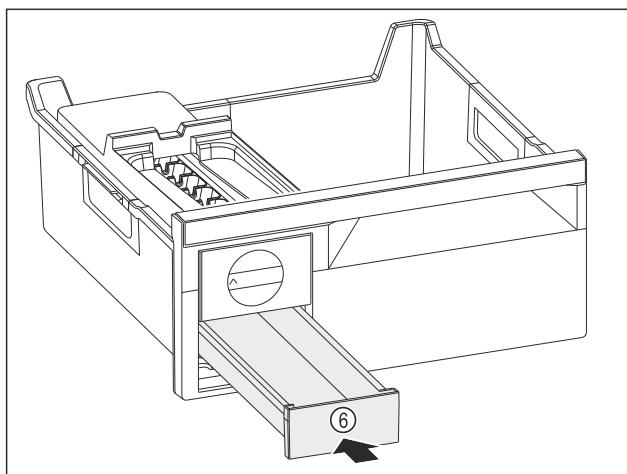

Fig. 146
- Eiszapfenschubfach Fig. 146 (6) einschieben.